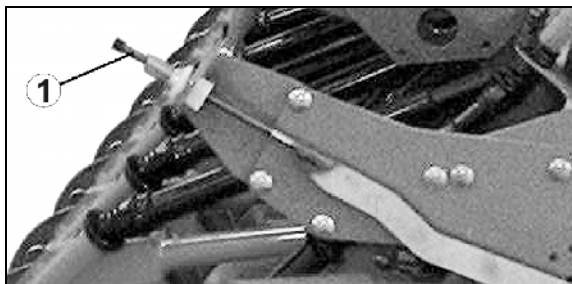

Fig. 117
1. Sett avdreiningssveiven på justeringsspindelen (Fig. 117/1), og still inn labbtrykket.